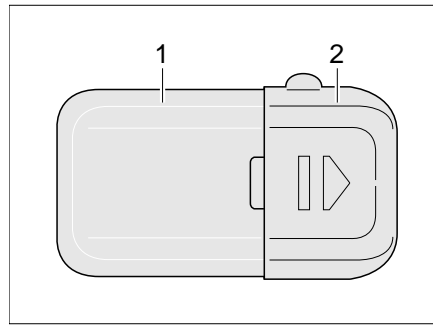

Bild 183 Kleiderschrankleuchte
- Leuchtenabdeckung (Bild 183,1) leicht zusammendrücken und abnehmen.
- Deckel (Bild 183,2) in Pfeilrichtung aufschieben.
- Deckel (Bild 183,2) wieder aufschieben.